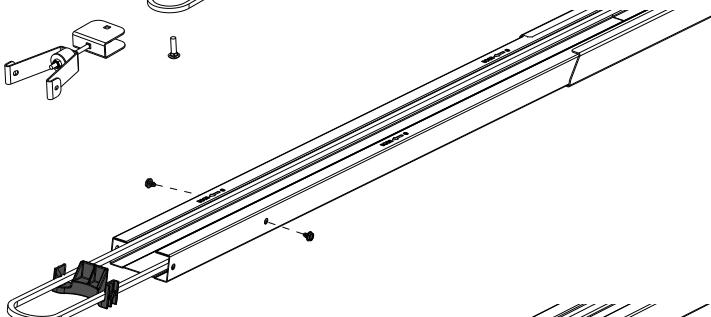

Fig. 3
3. Remueva los tornillos de la protección de la polea y deslice la protección de la polea hacia afuera del extremo del riel. Fig. 3